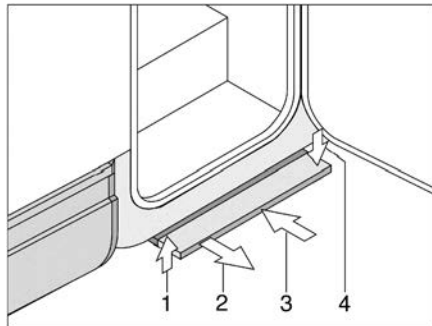

Fig. 5 Escalón de entrada operable eléctricamente
**Extraer:** ■ Tirar del escalón de entrada hacia delante (Fig. 5,2) hasta que encastre.
**Insertar:** ■ Levantar ligeramente el escalón de entrada (Fig. 5,1).
■ Insertar el escalón de entrada hasta el tope por debajo del piso del vehículo (Fig. 5,3). Prestar atención a que encastre el escalón de entrada (Fig. 5,4).